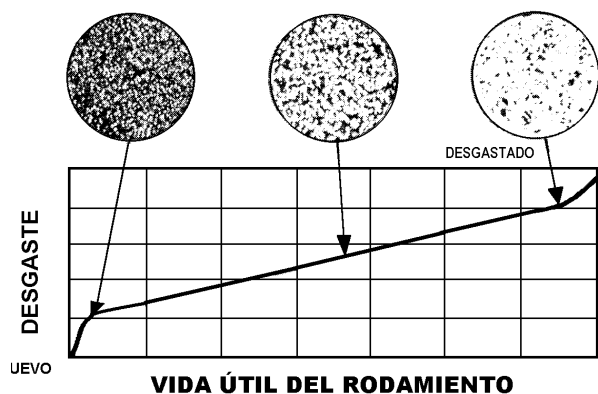

FIGURA 7-14.
- **Camisa del rodamiento** - inspeccione el color de su superficie. Consulte la Figura 7-14.